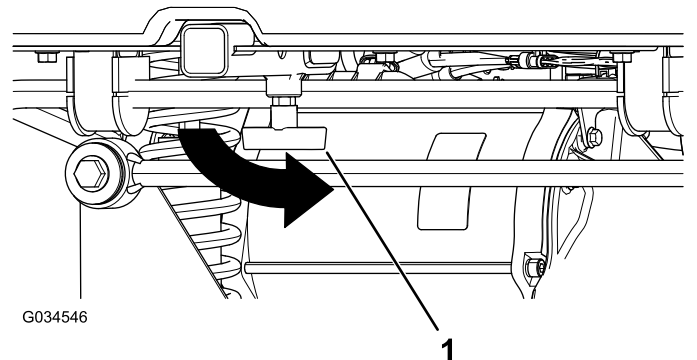

Bild 16
4. Drehen Sie den T-Bügel nach links, um ihn anzuziehen (Bild 16).